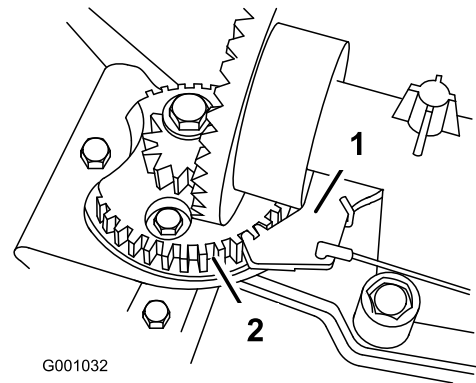
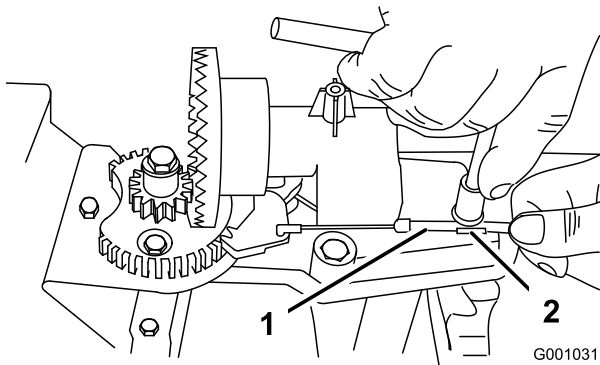

Figure 53
Figure 52
Remarque: Le cliquet est rappelé par ressort et s'engage naturellement dans les dents du secteur (Figure 53).
2. Desserrez le boulon du serre-câble (Figure 52).
3. Saisissez la gaine du câble et déplacez-la vers l'avant de la machine jusqu'à ce que le cliquet de verrouillage de la goulotte s'engage complètement dans les dents du secteur (Figure 52 et Figure 53).